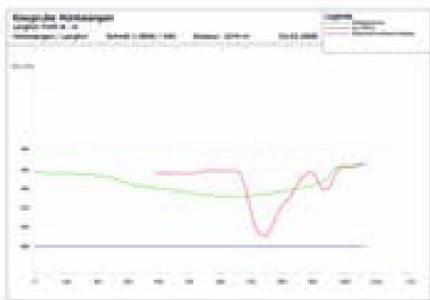

Abb. 10
- automatisch Schnittzeichnungen für beliebige Lagen generieren (Abbildung 10).